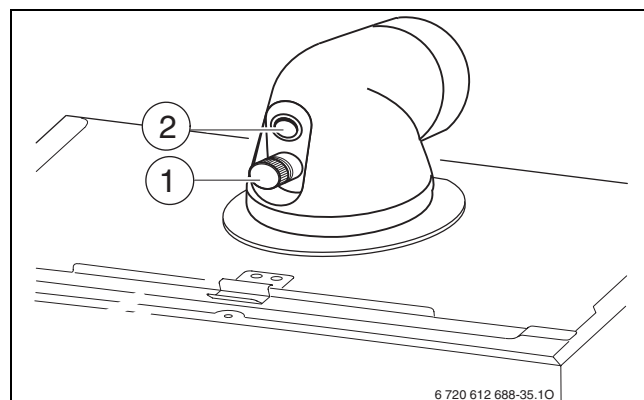

Fig. 44
- Retirer le bouchon sur la prise de mesure de l'air de combustion (2) (→ figure 44).
- Retirer le bouchon au niveau de la prise de mesure des fumées (1) (→ figure 44).